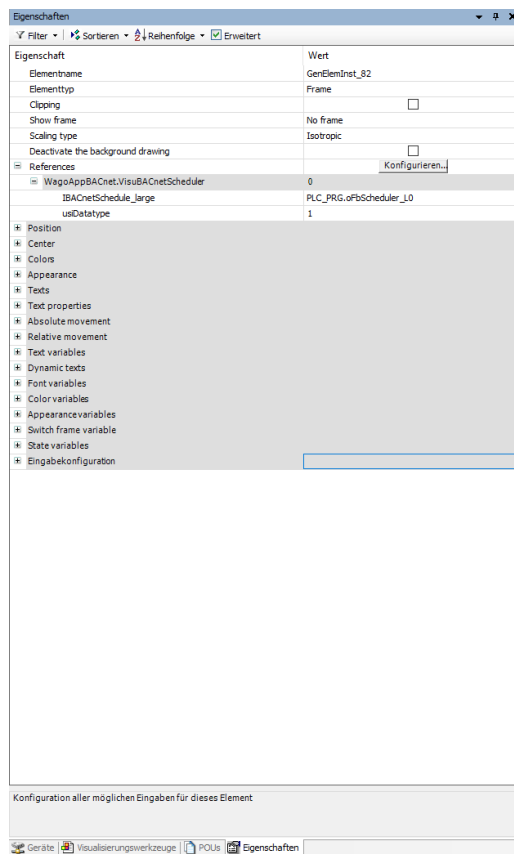

Abbildung 7: Eigenschaften
4. Für den Parameter „**usiDatatype**“ den gewünschten Scheduler-Typ auswählen: 0=BOOLEAN, 1=REAL, 2=ENUMERATION (siehe Abbildung 7).
Die nachfolgenden Abbildungen stellend die wesentlichen Elemente und Funktionen der „**VisuBACnetScheduler**“ beziehungsweise des entsprechenden Dialogs dar. Für die Verwendung der Visualisierung wird ein BACnet®-Schedule-Objekt in der Large Ausprägung innerhalb der Applikation benötigt. Im oberen Bereich der Visualisierung befindet sich eine Übersicht über den aktuellen Wert des Present Values, die nächsten Schaltzeitpunkte und weiterer wichtiger Properties (siehe Abbildung 7).